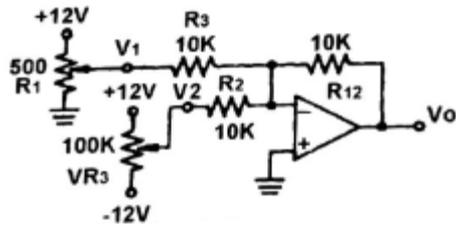

Fig 15-15
- Insérez le clip de raccordement en vous référant à la figure 15-15 et au schéma de raccordement de clip 23013-block b.6.
- Aidez-vous du voltmètre ou de l'oscilloscope (DC) pour mesurer la tension à la borne de sortie (OUT) relative à V1 et V2.